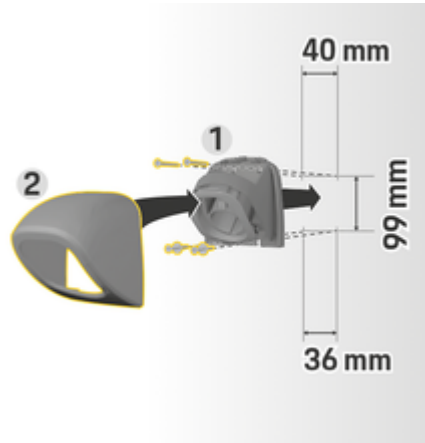

Abb. 3: Bohrmaße
1. Steckerhalterung **1** (Abb. 3) aus der Abdeckung **2** (Abb. 3) nehmen.
4. Steckerhalterung **1** (Abb. 3) an die Wand schrauben.
5. Abdeckung **2** (Abb. 3) von unten auf die Steckerhalterung **1** (Abb. 3) aufsetzen und nach oben drücken.